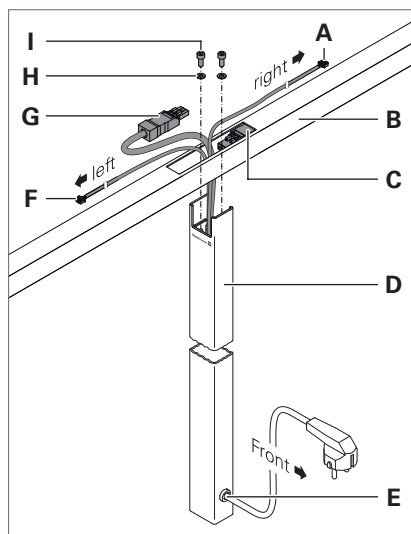

Fig. 3: Montaggio del tubo di supporto sul tubo verticale.
- ▶ Far passare il cavo **G** dal basso attraverso l'apertura sul tubo di supporto **B**, vedi Fig. 3.